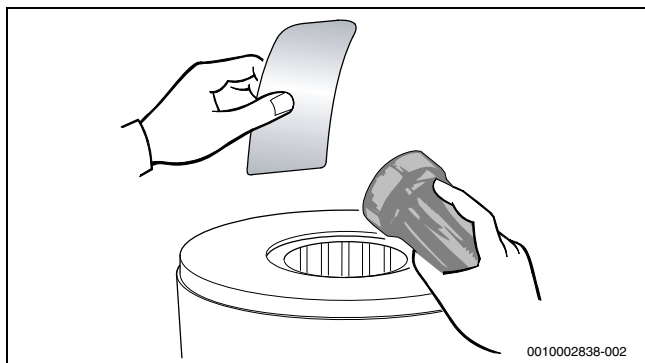

Рис. 115 Проверка наличия грязи в теплообменнике
- ▶ Еще раз проверьте наличие остатков в теплообменнике (→ рис. 115).